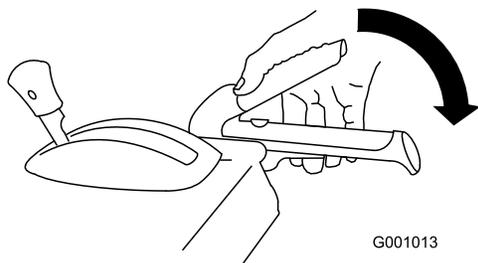

Рисунок 20
1. Для включения привода шнека/крыльчатки прижмите правый рычаг (шнека/крыльчатки) к рукоятке (Рисунок 20).